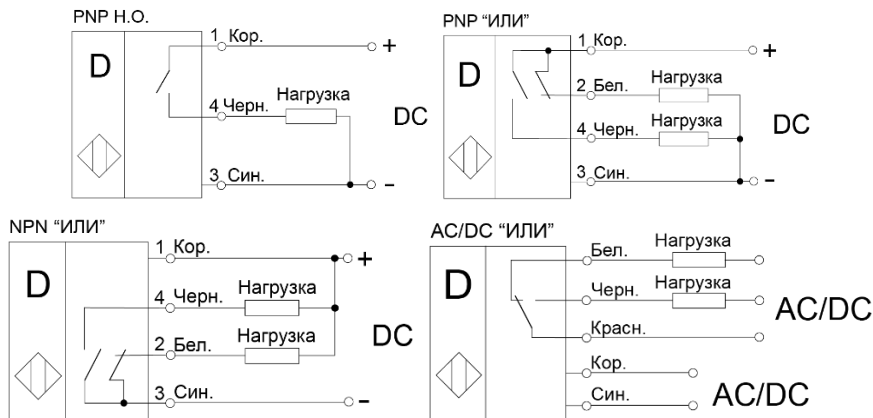

Рисунок 1 - Варианты схем подключения выключателей
3.6 Выключатели включаются в электрическую цепь по проводной схеме (Рис. 1). Соответствие выводов и схема подключения указаны в маркировке выключателя.